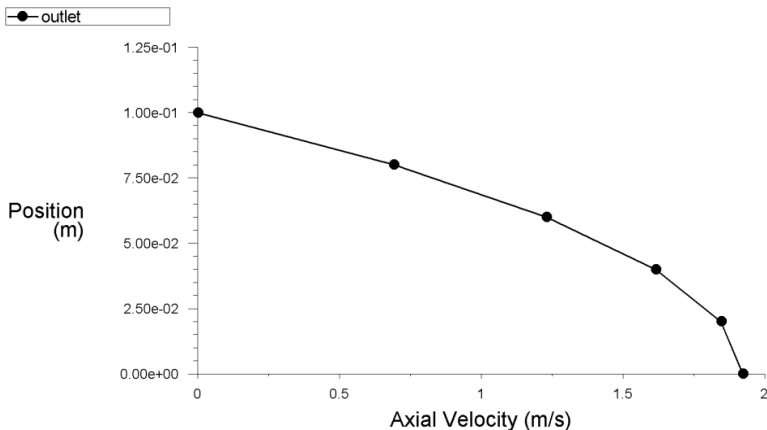

Рис. 1.70
- 7) Нажать кнопку Apply. После чего нажать кнопку Plot в окне Solution XY Plot. В графическом окне будет изображен профиль продольной скорости на выходе из канала, рис. 1.70.